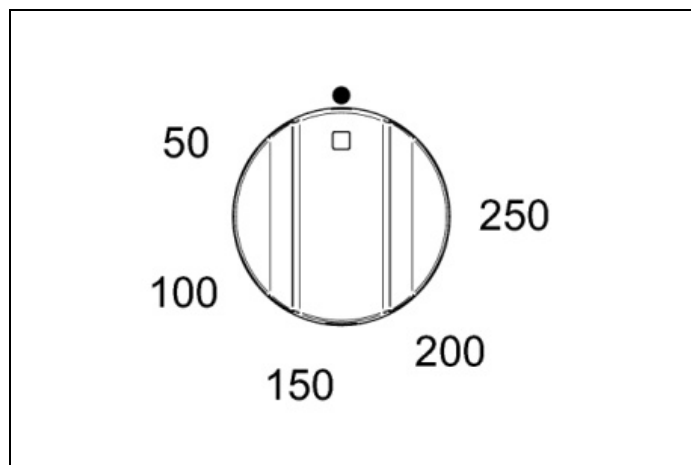
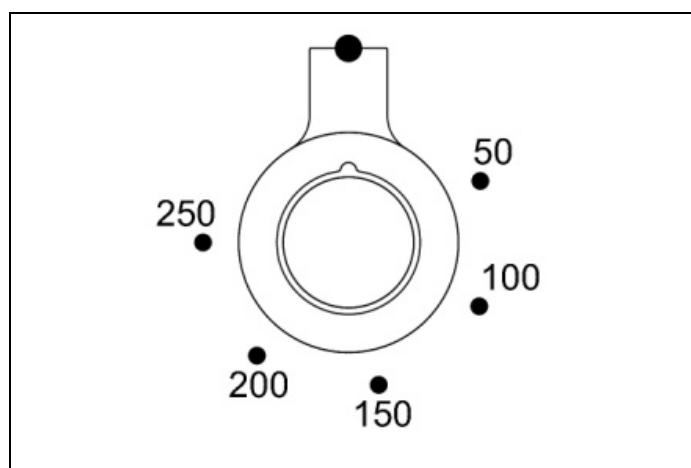
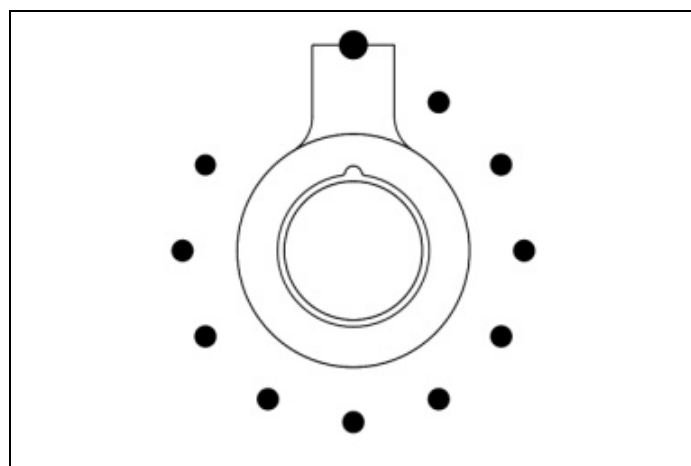

Fig. 28
Fig. 29
Fig. 30
- 2) Drej temperaturknappen (Fig. 28 - Fig. 29 og Fig. 30 kun for modellen PRO T) med uret for at vælge den ønskede temperatur. Den orange lampe slukker, når ovnen har nået den valgte temperatur og er klar til brug. Det er normalt at denne lampe tænder og slukker under tilberedningen, således at varmelegemerne holder en konstant temperatur (ovnens funktion vises på programmeringsenhedens display, kun for versionen PRO T).